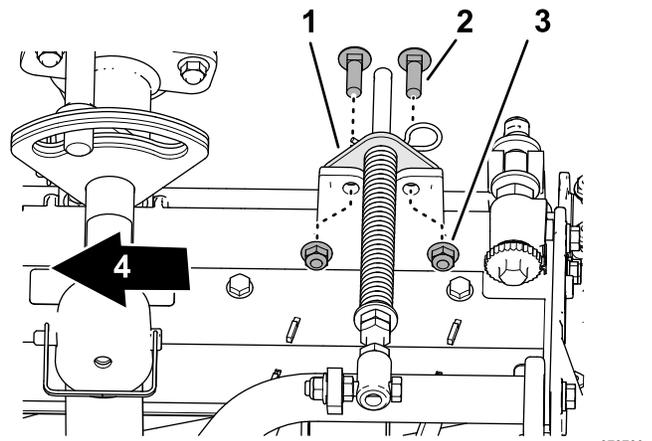

Figura 20
- 5. Alinee los orificios del soporte del muelle de compensación con los del bastidor de la unidad de corte (Figura 20).